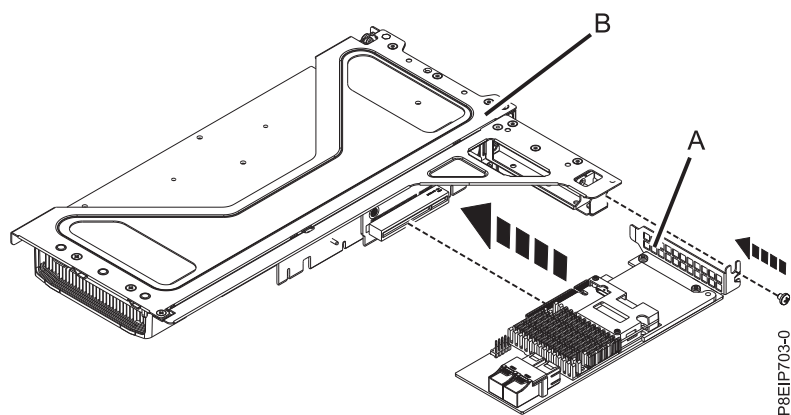

図 47. ライザーの位置 3 へのアダプターの挿入
- f. アダプター (A) をライザー (B) に挿入し (79 ページの図 47 を参照)、正しく位置合わせして、スロットに完全に挿入します。アダプター・テール・ストックを、必要に応じて 1 本または 2 本のねじで固定します。